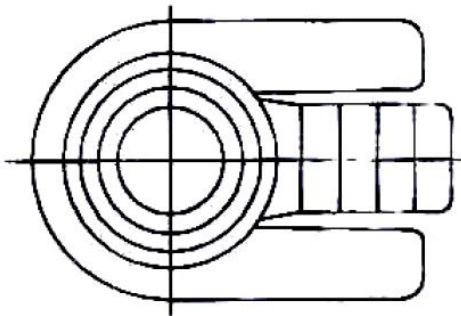

Bild 1
**OBS:** Hela ytan på lyftklacken skall användas vid lyft (se bild 1).
**NOTERA:** Då lyft utförs skall objektet centreras över domkraftens huvud för att förhindra deformation. Handtaget (16) skall skruvas fast ordentligt innan domkraften tas i bruk. Skruva åt sänkningsvredet (16). Därefter skall handtaget pumpas upp och ner flera gånger för att bygga upp trycket. Lyftmomentet kan avbrytas omedelbart genom att sluta pumpa.